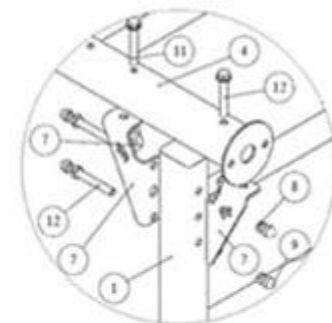

Рис.3
С помощью болтов (12) присоединяем к Стойке (1,2) между собой Уголки правые (7) и Уголки левые (8) (рис. 3).